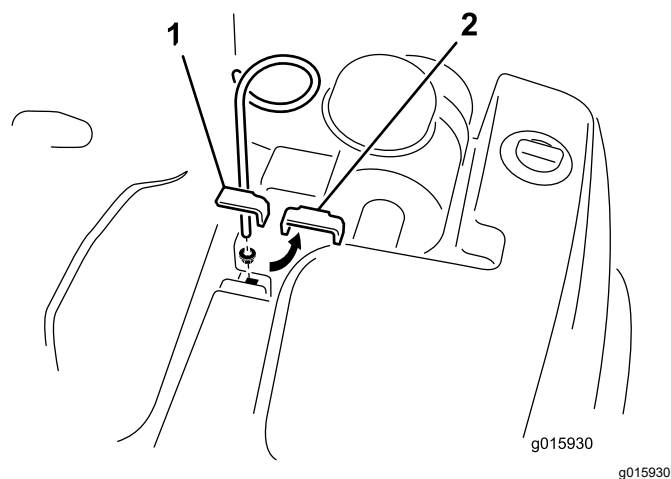

Figura 6
1. Retire o parafuso, anilha e porca que prende o grampo superior do depósito hidráulico à estrutura (Figura 6).
Nota: Posicione o guia de tubos como se mostra na Figura 6.